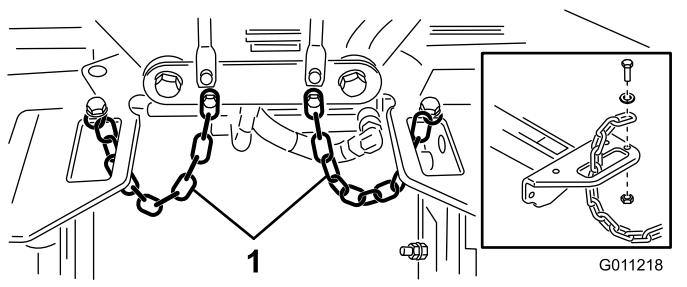

Figure 21
- Passez une chaîne de basculement dans la fente à l'extrémité de chaque bâti porteur. Fixez la chaîne de basculement sur le haut du bâti porteur à l'aide d'un boulon, d'une rondelle et d'un contre-écrou (Figure 21).